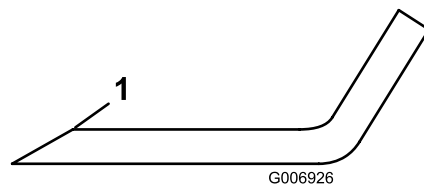

**Figura 86**
3. Examine cuidadosamente los extremos de corte de la cuchilla, sobre todo en el punto de reunión entre la parte plana y la parte curva de la cuchilla (Figura 86). Si se aprecia desgaste (Figura 86), cambie la cuchilla; consulte Cómo retirar la cuchilla \(página 70\).